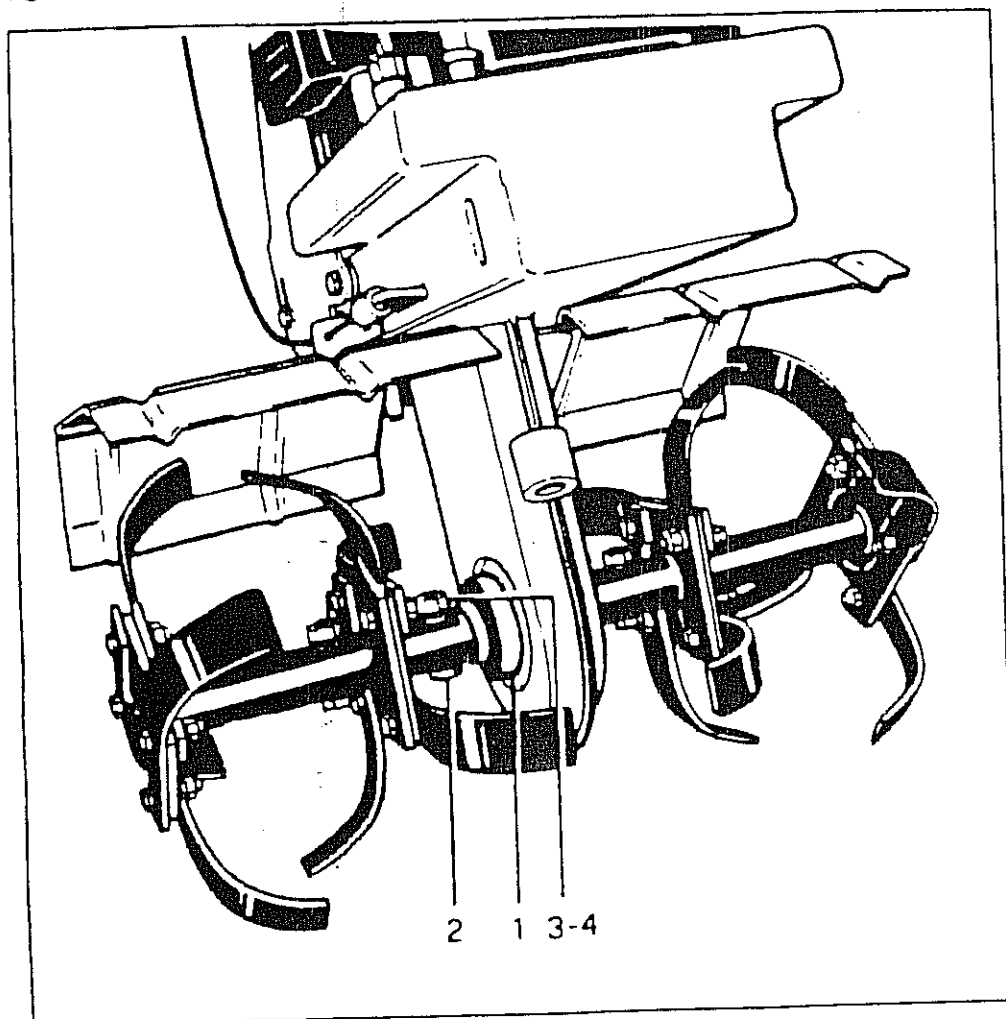

FIG 9
2. Infilare il mozzo delle frese (fig. 9. particolare 1) all'albero della motozappa tenendo presente che:
3. Bloccare la fresa a zappette all'albero della motozappa mediante le viti (2), le rondelle (3) e i dadi (4).
2. Fit the tiller hub (1, fig. 9), to the motor-cultivator shaft. Make sure that:
3. Fasten the hoe-tiller to motor-cultivator shaft by means of screws (2), washers (3) and nuts (4).
2. Introduire le moyeu des fraises (1, fig. 9) sur l'arbre de la motohoue. S'assurer que:
3. Bloquer la fraise à binettes à l'arbre de la motohoue à l'aide des vis (2), des rondelles (3) et des écrous (4).
2. Die Nabe der Fräsen (Detail 1, Bild 9) auf die Welle der Motorhacke aufschieben, wobei auf folgendes zu achten ist:
3. Die Hackenfräse mit der Welle der Motorhacke durch die Schraube (2), die Scheibe (3) und die Mutter (4) befestigen.